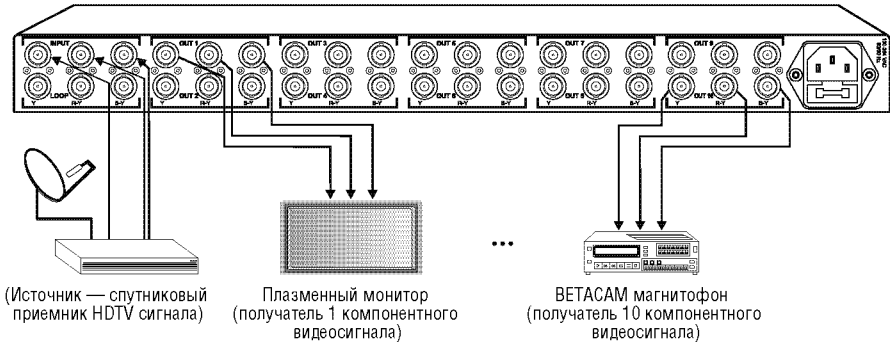

Рис. 3. Подключение прибора VM-100CB
4. Подключить шнур электропитания4 (не показан на рис. 3).